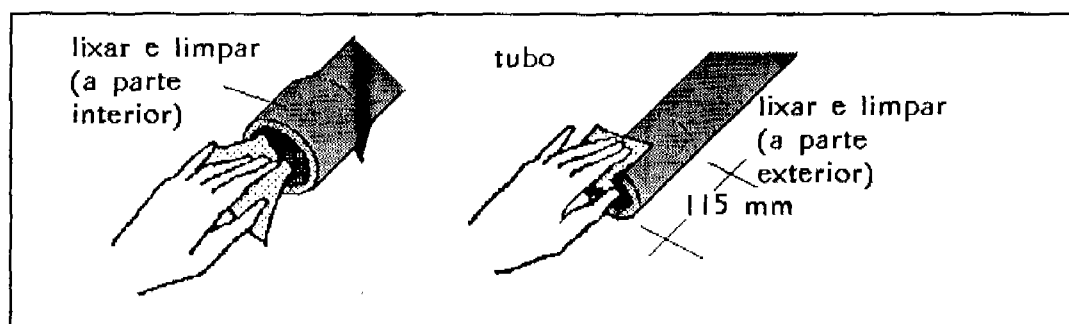

Figura 1
4. Lixe (com o papel lixa) e depois limpe (com o líquido "PVC-cleaner") as extremidades dos tubos: a parte lisa por fora e a união por dentro. Veja figura 1.